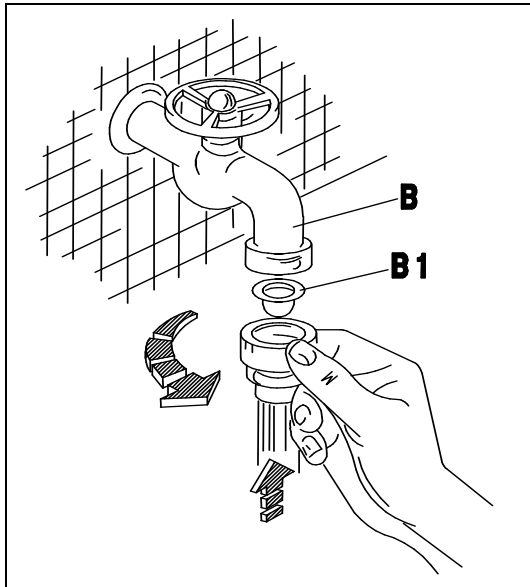
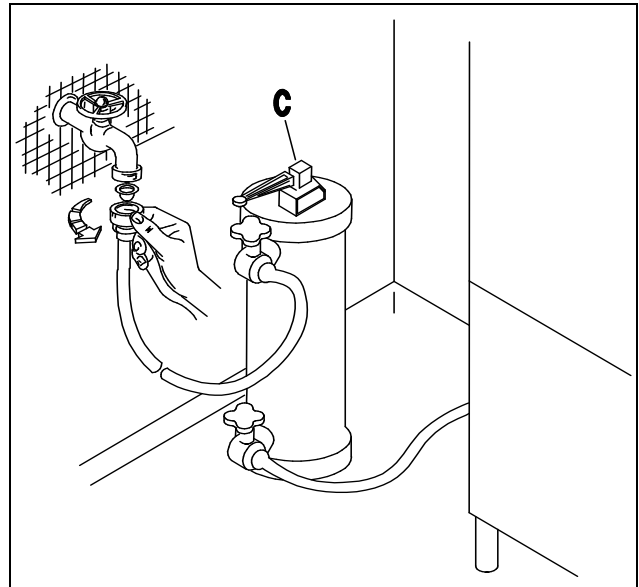
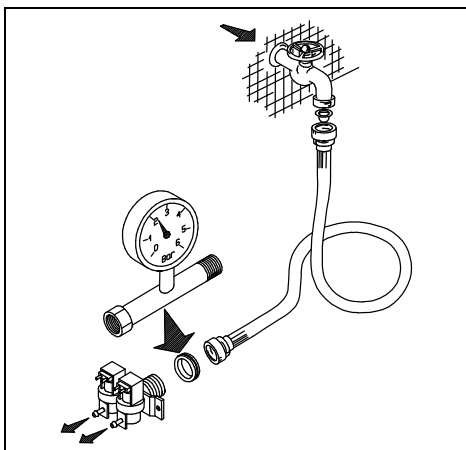
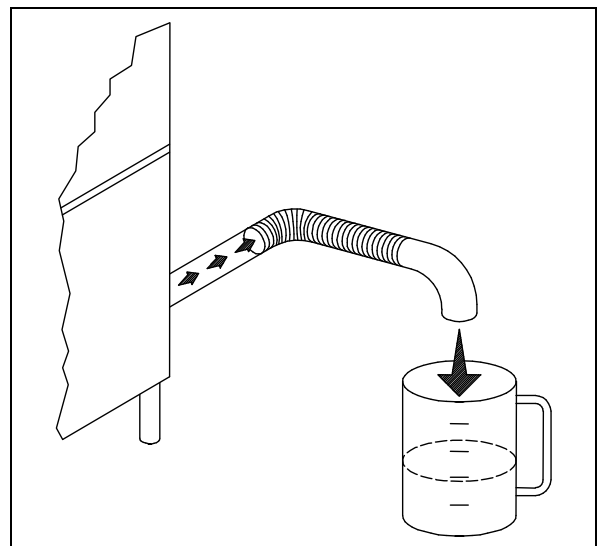

Fig. 2-2
Fig. 2-3
Fig. 2-4
Fig. 2-5
**2.2 (IT-CH) ALLACCIAMENTO ACQUA – (GB-IE) CONNECTION TO WATER SUPPLY – (DE-AT-CH) WASSERANSCHLUSS – (FR-BE) RACCORDEMENT HYDRAULIQUE – (ES) CONEXION DEL AGUA – (PT) LIGAÇÃO ÁGUA**
- L'apparecchio è previsto per l'allacciamento all'acqua fredda o calda (max 50 ÷ 55°C), con una pressione a valvola aperta come indicato nella Tab2-1. Il controllo della pressione deve essere effettuato all'ingresso dell'elettrovalvola (ved. fig.2-4). La condotta dell'acqua deve avere un diametro interno di almeno 16/18 mm (ved.fig.2-5). Collegare il tubo di carico acqua dell'apparecchio ad un rubinetto d'intercettazione (B), posto preferibilmente nelle immediate vicinanze dell'apparecchio, interponendo l'apposito filtro in dotazione (B1) (ved. fig.2-2). Si consiglia l'installazione di un decalcificatore (C) (non in dotazione), montato a monte dell' elettrovalvola della macchina (ved.fig.2-3).
- The appliance is designed for connection to the cold or hot water supply (max. 50 ÷ 55°C) at a mains pressure with the valve open as shown in Table 2-1. Pressure must be measured at the solenoid valve inlet (see fig. 2-4). The water pipes must have an internal diameter of at least 16/18 mm (see fig. 2-5). Connect the appliance water supply pipe to a cut-out tap (B), preferably placed close to the appliance, fitting the special filter provided (B1) (see fig. 2-2). We recommend fitting a water softener (C) (not provided) upstream from the machine solenoid valve (see fig.2-3).
- Das Gerät ist für den Anschluss an Warm-und Kaltwasser (max. 50÷55°C) vorgesehen, wobei der Druck bei offenem Ventil dem in Tab2-1. Die Druckkontrolle muss am Eingang des Elektroventils erfolgen (siehe Bild 2-4). Die Wasserleitung muss einen Innendurchmesser von mindestens 16/18 mm aufweisen (siehe Bild 2-5). Den Zulaufschlauch des Gerätes an einen möglichst nahegelegenen Wasserhahn (B) anschliessen und den vorgesehenen Filter (B1) anbringen (siehe Bild 2-2). Der Einbau eines Etkalkers (C) wird empfohlen; dieser gehört nicht zur Ausstattung und muss vor dem Elektroventil der Maschine eingebaut werden. (siehe Bild 2-3).
- L'appareil peut être raccordé à l'eau froide ou chaude (50÷55°C max) à une pression, soupape ouverte, comme indiqué dans le tableau 2-1. Le contrôle de la pression sera effectué à l'entrée de l'électrovanne (voir fig. 2-4). Les conduites d'eau auront un diamètre interne d'au moins 16/18 mm (voir fig. 2-5). Raccorder la conduite d'arrivée de l'eau de l'appareil à un robinet secondaire (B), installé si possible tout près de l'appareil, après avoir intercalé le filtre spécial fourni (B1) (voir fig. 2-2). Nous conseillons d'installer un adoucisseur (C) (non fourni) qui sera monté en amont de l'électrovanne de la machine (voir fig. 2-3).
- Este aparato se puede alimentar con agua caliente o fría (máx. 50 ÷ 55°C); la presión del agua con válvula abierta está indicada en la tabla 2-1; El control de la presión se debe efectuar en la entrada de la electroválvula (véase fig. 2-4). La tubería del agua debe tener un diámetro interior de 16-18 m. por lo menos (véase fig. 2-5). Conecte el tubo de alimentación del agua del aparato a un grifo de paso (B), que irá montado preferentemente muy cerca del aparato, tras interponer el filtro (B1) del equipamiento base (véase fig. 2-2). Es aconsejable instalar un descalcificador (C) (que no forma parte del equipamiento base). El descalcificador irá montado antes de la electroválvula de la máquina (véase fig. 2-3).
- O aparelho é predisposto para ser alimentado com água fria ou quente (máx 50-55°C), com uma pressão, com a válvula aberta, como indicado na Tab 2-1. O controle da pressão deve ser efetuado na entrada da electroválvula (ver figura 2-4). O tubo de água ou mangueira deve ter um diametro interno de pelo menos 16/18 mm (ver fig. 2-5). Conectar o tubo de alimentação de água do aparelho à uma torneira de fechamento manual (B), colocada de preferencia proxima ao aparelho, conectando o filtro em dotação (B1) (ver fig. 2-2). Aconselha-se a instalação de depurador (filtro) de águas duras (calcário) (C), o qual não é previsto no fornecimento da máquina, montado antes da entrada da electroválvula (ver fig. 2-3).